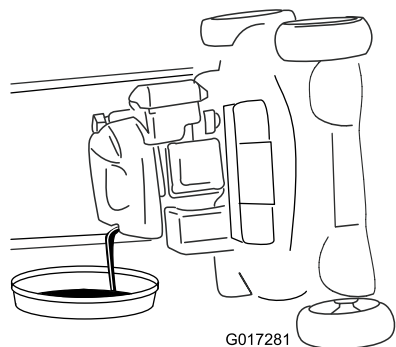

Figure 33
4. Inclinez la machine sur le côté (filtre à air en haut) pour vidanger l'huile usagée par le tube de remplissage (Figure 33).